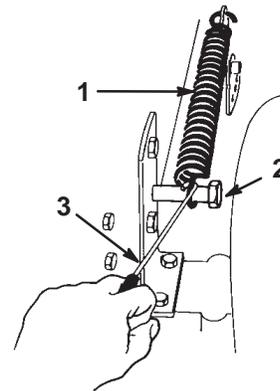

Bild 40
19. Haken Sie die Feder des Schnitt Höhenhubs an der Befestigungsschraube ein (Bild 40). Verwenden Sie dazu das mit dem Traktor mitgelieferte Federwerkzeug.